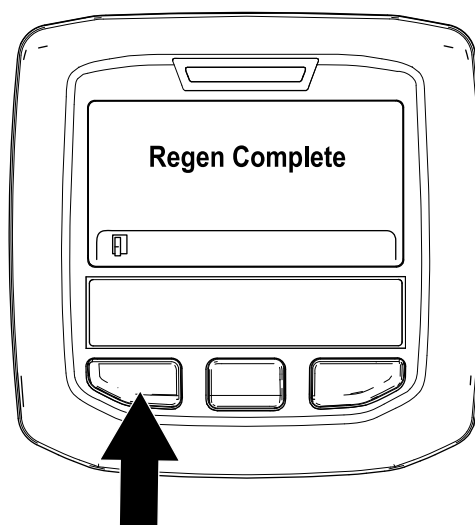

Figura 57
9. La rigenerazione parcheggiata è completa quando nell'InfoCenter appare il messaggio "Rigen. completa". Premete il pulsante sinistro per uscire e tornare alla schermata Home (Figura 57).